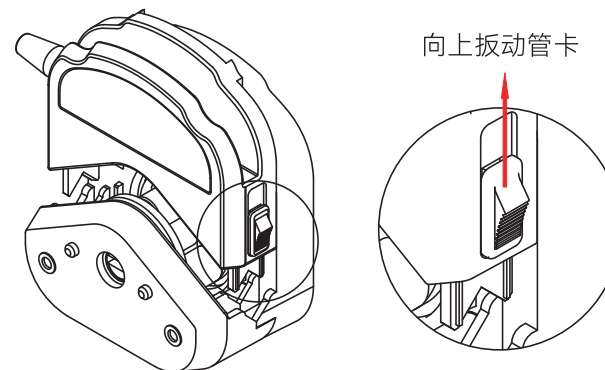

图5 YZ15/YZ25泵头管卡操作示意图
- 向上扳动一侧管卡（图5），将软管放入，再扳动另一侧管卡，将另一侧软管放入；